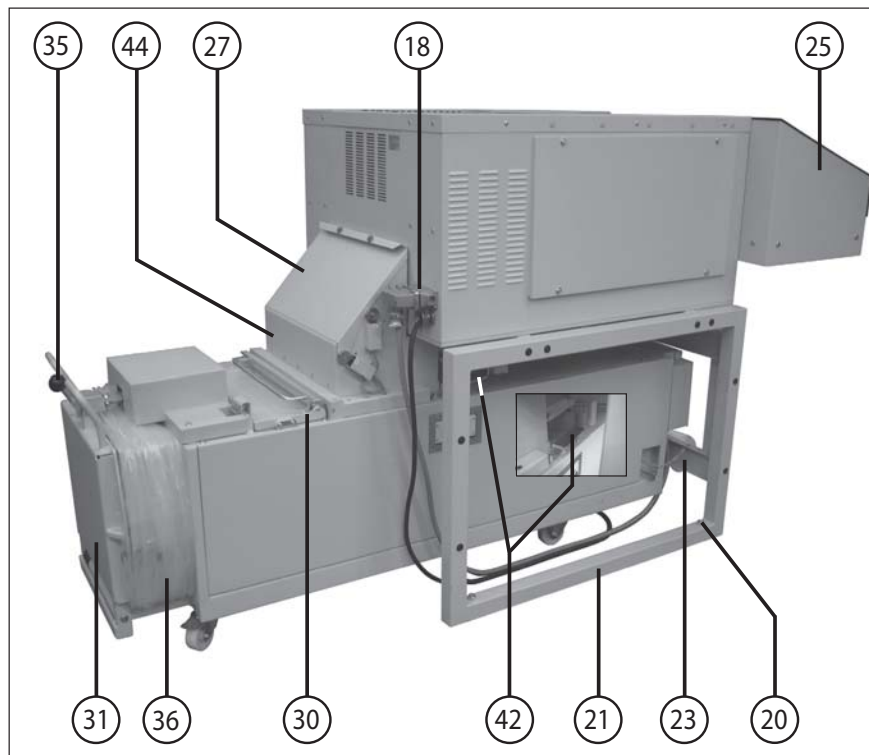

Fig. 2
- 18 = Presa (fig. 2)
- 20 = Vite di compensazione (fig. 2)
- 27 = Sportello di copertura (fig. 2 e 5)
- 30 = Porta di riempimento (fig. 2)
- 31 = Porta di rimozione (fig. 2)
- 35 = Leva di chiusura (fig. 2)
- 36 = Leva di chiusura (fig. 2 e 14)
- 42 = Squadretta di fissaggio (fig. 2)